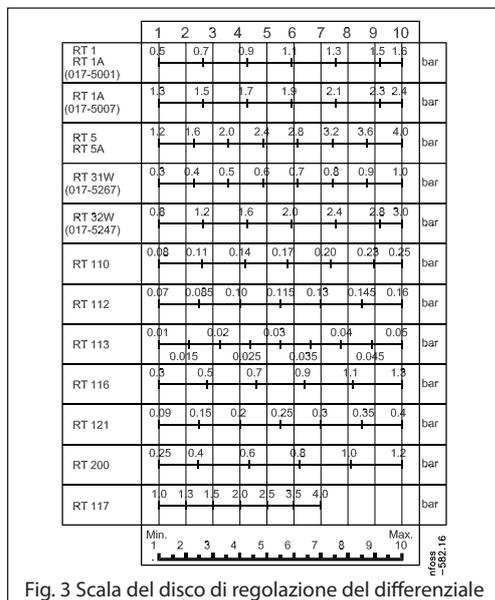

Fig. 3 Scala del disco di regolazione del differenziale
Il valore viene impostato usando la manopola di regolazione (5) leggendo allo stesso tempo la scala di regolazione (9). Per i pressostati muniti di cappuccio di tenuta, devono essere usati appositi utensili. In unità provviste di differenziale fisso, la differenza tra pressione di inserimento e disinserimento è fissa. Se le unità hanno differenziale regolabile, il disco differenziale (19) deve essere impostato in base al diagramma di fig. 3.
La pressione di avvio di 6 bar deve essere impostata sulla scala. Il differenziale deve essere regolato come differenza tra la pressione d'arresto (7 bar) e la pressione d'avvio (6 bar)=1 bar. In base alla fig. 3, il differenziale deve essere impostato su 8.